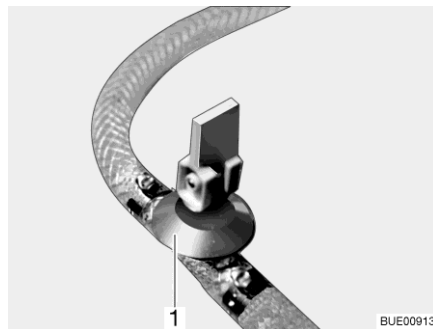
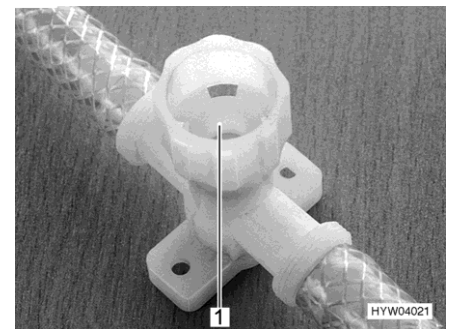

Fig. 261 Llave de desagüe (con balancín)
Fig. 262 Llave de desagüe (con tapa giratoria)
- Cerrar todas las llaves de desagüe. Para esto, poner el balancín de la llave de desagüe (Fig. 261,1) en posición horizontal o girar la tapa de la llave de desagüe (Fig. 262,1) en el sentido de las agujas del reloj.